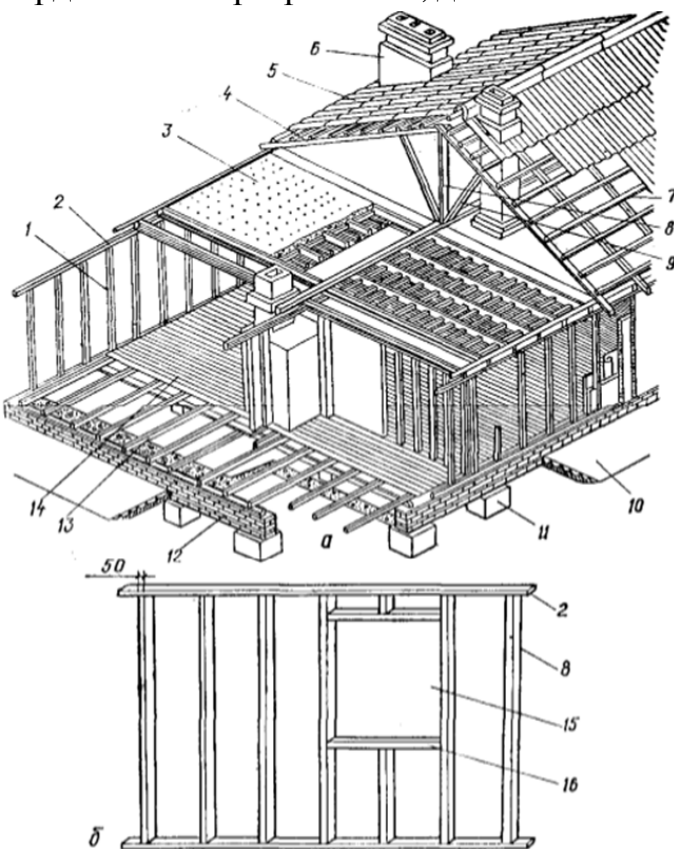

Рис. 3. Монтаж каркасных домов:
**Монтаж каркасных домов.** Несущей конструкцией каркасного дома, воспринимающей нагрузки от перекрытий, крыши, снега, служит каркас, а теплоизолирующей — его заполнение (рис. 3, а).
**Каркас стены** состоит из рам (рис. 3, б), представляющих собой верхнюю и нижнюю обвязки с расположенными между ними стойками, расстояние между ко-